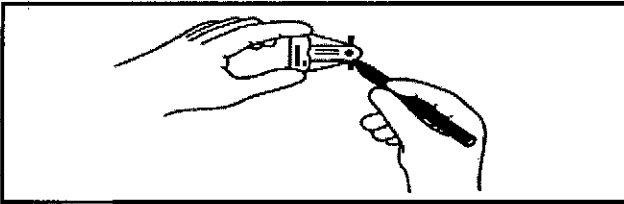

FIGURA 8
- e) Cuando el imán del MAGNA-FINDER™ este perpendicular a la base del MAGNA-FINDER™ marque el tejido con un marcador quirúrgico en las dos muescas situadas en la base del MAGNA-FINDER™. La línea entre estas dos marcas indica la posición de un plano, como se muestra en la figura 8. El MAGNA-SITE™ se encontrará en un punto a lo largo de este plano.